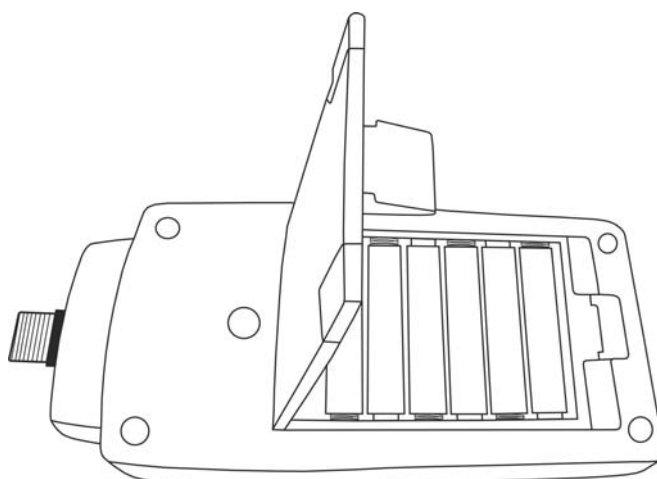

Fig. 16: Sostituzione batterie interne
2. Sollevare il leggio, premere sulla linguetta del coperchio vano batteria per aprirlo (vedere Fig. 16)